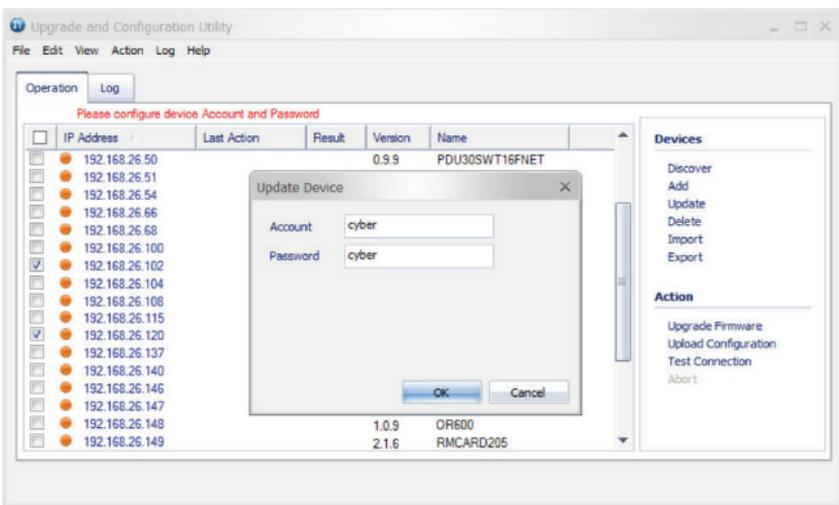

Figure 3
5. Assurez-vous que le **Account** (Compte) et le **Password** (mot de passe) sont valides sur les appareils sélectionnés (Figure 3).